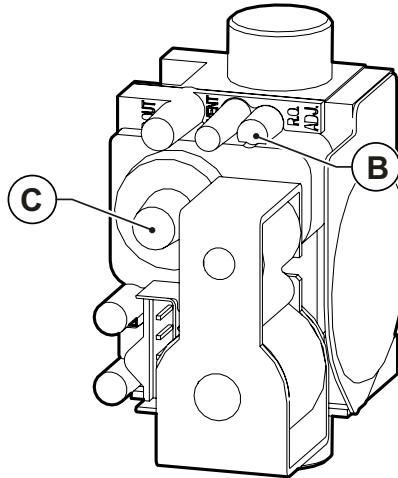

Fig. 36 Reglare valoare dioxid de carbon
- Reglați valoarea dioxidului de carbon (CO2) din gazele arse, rotind regulatorul de raport B (vezi Fig. 36 Reglare valoare dioxid de carbon) și asigurați-vă că reintră în limitele din Tab. 10 Limite reglabile pentru parametrii TSP și valori implicate în funcție de tipul de centrală termică (TSP0) - I la pagina 54. Lăsați centrala în modul curățare și treceți la pasul următor de reglare la puterea minimă.
- Reglați valoarea dioxidului de carbon (CO2) din gazele arse, rotind regulatorul C (vezi Fig. 36 Reglare valoare dioxid de carbon) și asigurați-vă că reintră în limitele din Tab. 16 Valori ale CO2 în gazele arse.